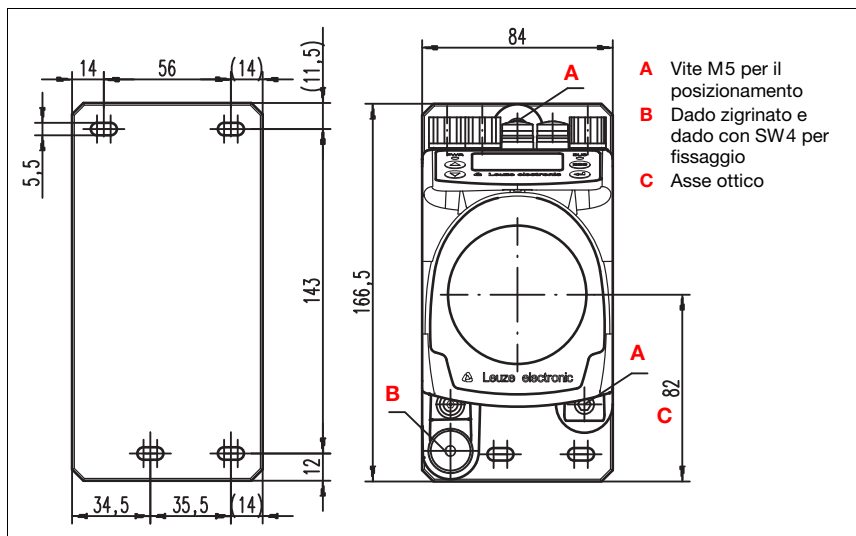

Figura 5.2: Montaggio dell'apparecchio
Il punto luminoso laser viene posizionato in modo che incida sempre sul centro del riflettore opposto, sia che si trovi alla distanza minima o massima di quest'ultimo. Per il **posizionamento utilizzare le due viti Inbus M5** («A» in figura 5.2). Durante il posizionamento, il dado zigrinato ed il controdado («B» in figura 5.2) devono essere completamente aperti.
*Affinché il posizionamento del sistema di misurazione laser non cambi durante il servizio continuo, serrare a mano il dado zigrinato e bloccare il fissaggio con il dado SW4 («B» in figura 5.2). Il dado zigrinato ed il dado devono essere serrati a fondo solo dopo la regolazione.*